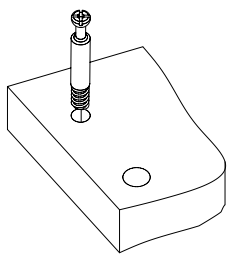

Рис.1
1. Подготовьте детали к сборке. Вкрутите шпильки минификсов в детали 2, 3 (Рис. 1).